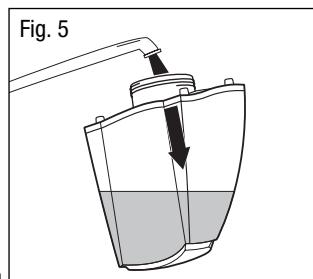

Fig. 5
- Llene el depósito con agua fría del grifo (Fig. 5). Véase la sección LLENADO (página 5) para más información.
- Llene el depósito con agua FRÍA del grifo (Fig. 5). **NO USE AGUA CALIENTE**, podría dañar el humidificador.